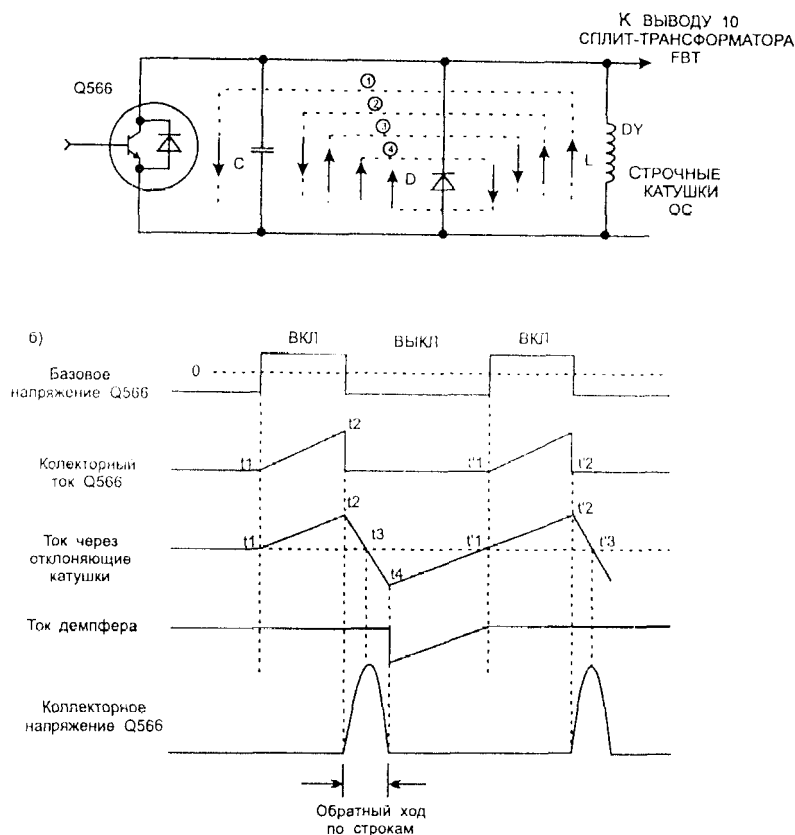

Рис. 2.23. К пояснению принципа работы выходного каскада строчной развертки (а) и осциллограммы напряжений и токов (б)
Рис. 2.23 поясняет принцип работы выходного каскада стройной развертки.
Когда положительный импульс запуска подается на базу транзистора выходного каскада, по нему протекает коллекторный ток (1), который протекает и через катушки отклонения в период (1 — 12 в направлении, показанном на рис. 2.23 а.